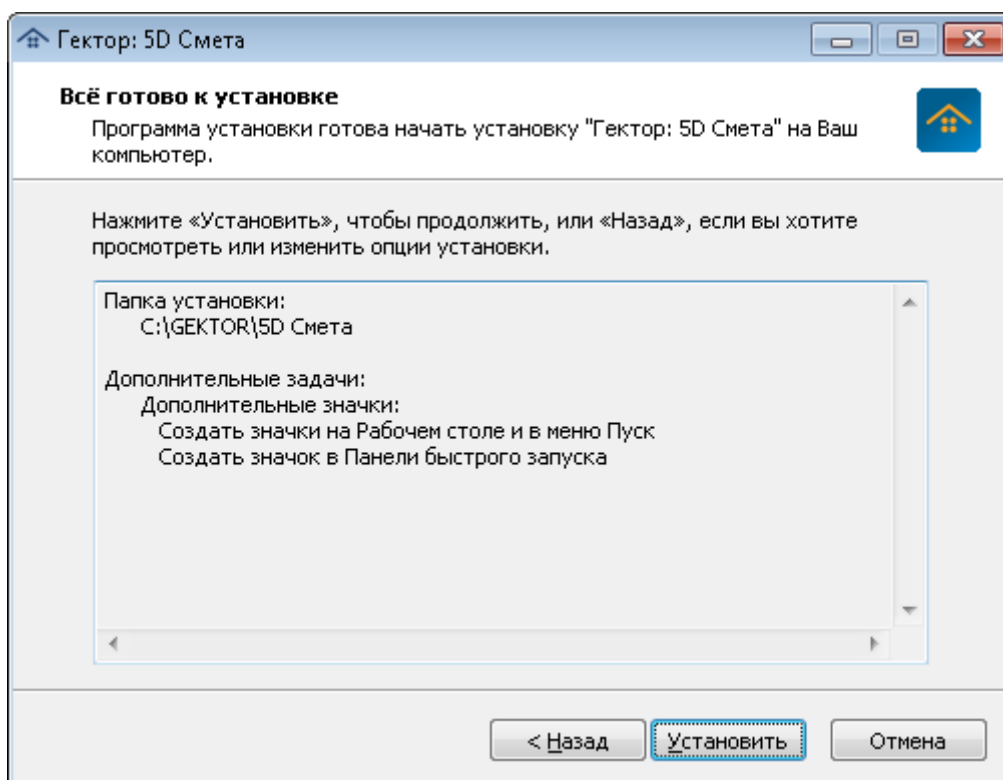

Рис. 5. Подтверждение начала установки
- Подтвердить начало установки программы в заданной конфигурации и нажать кнопку **Установить** (рис. 5).